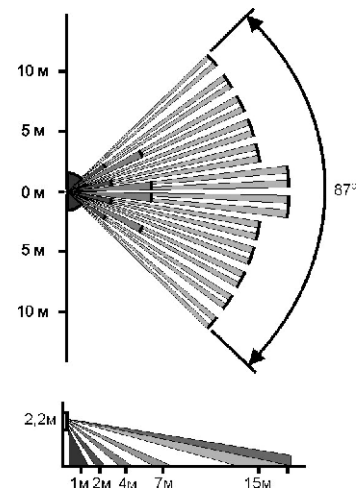

Рис. 3 Диаграмма зоны обнаружения при наклоне основания извещателя вперед на 12 градусов
- Широкоугольная линза, позволяющая создать зону обнаружения максимальной площади (см. Рис. 3).